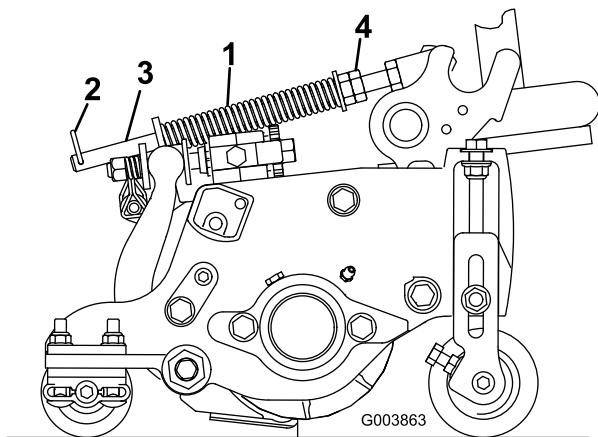

図 12
ターフ補正スプリング 図 12 は、前ローラから後ローラへと、カッティングユニットの体重移動を行います。これによりユニットを安定させ、いわゆる「波打ったような」仕上がりボビングとかマーセリングといわれる現象を防いでいます。
1. ヘアピンコッターがスプリングロッドの後の穴に差し込まれていることを必ず確認しておいてください 図 12。
2. スプリングロッド前部の六角ナットを締めて、スプリング圧縮状態の長さが以下の通りになるようにする。リールマスター 5210 と 5410 の 5 インチカッティングユニットでは 12.7cm、リールマスター 5510 と 5610 の 7 インチカッティングユニットでは 15.9cm 図 12。